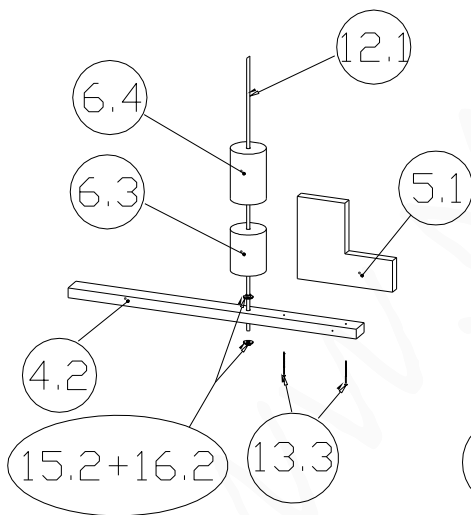

Рис.1
3.3. Последовательность сборки лестницы приведена на рис.1-б. Номера позиций на рисунках соответствуют номерам позиций табл. 1.